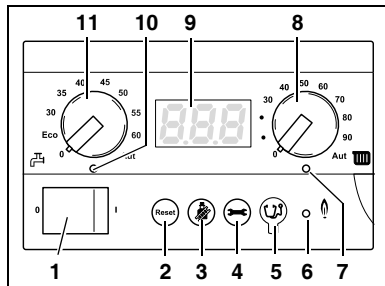

Fig. 4 Regolatore di base BC10
Con il tasto "Spazzacamino" (fig. 4, **pos. 3**) è possibile attivare l'esercizio manuale della caldaia, se ad esempio la regolazione dell'impianto di riscaldamento (ad esempio l'unità di servizio locale) è difettosa.
- Mediante la manopola "Temperatura massima caldaia" (fig. 4, **pos. 8**), limitare la temperatura massima dell'acqua della caldaia alla temperatura di mandata consentita del circuito del riscaldamento a pannelli radianti (per lo più al massimo 40 °C).